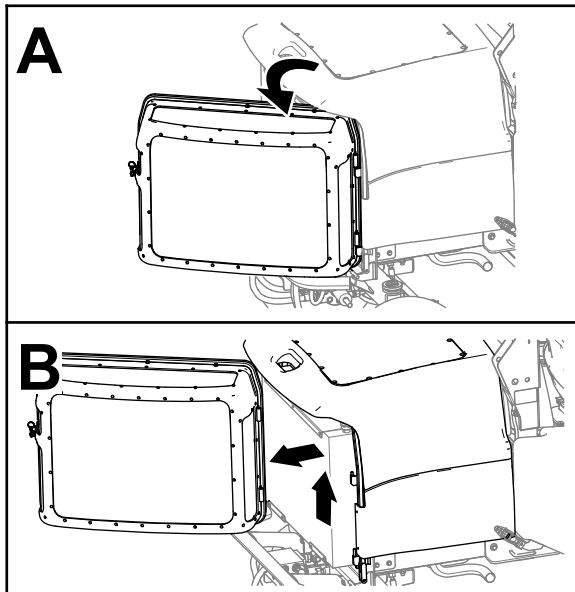

Figura 69
3. Desenganche la rejilla del motor, ábrala y levántela de la máquina (Figura 69).